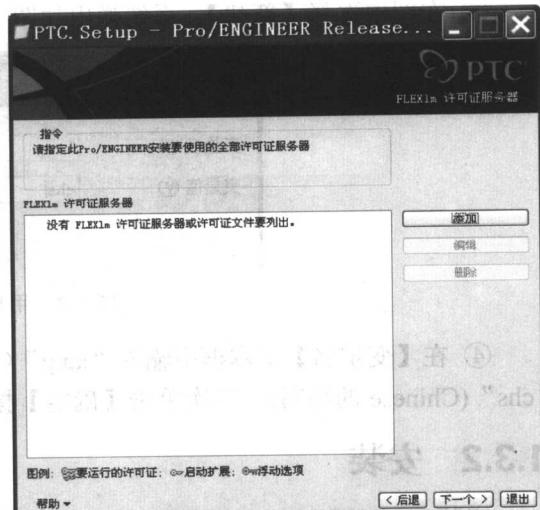

图 1-6 许可证选择窗口
② 选择右上方【Pro/ENGINEER】，系统将弹出如图 1-6 所示的许可证选择窗口，该对话框要求用户指定 Pro/ENGINEER 安装要使用的许可证文件。